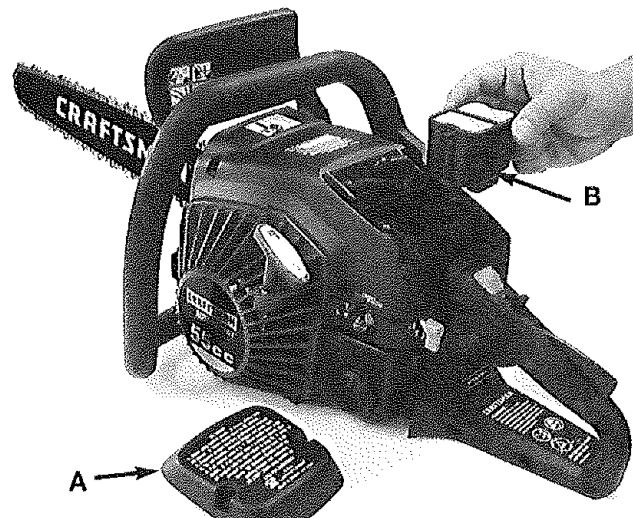

Fig. 31
1. Quite la tapa superior (A) aflojando los tornillos de sujeción. La cubierta se soltará (Fig. 31).
2. Limpie el filtro de aire (B). Lávelo en agua limpia, templada jabonosa y enjuáguelo con agua fría. Déjelo secar por completo.